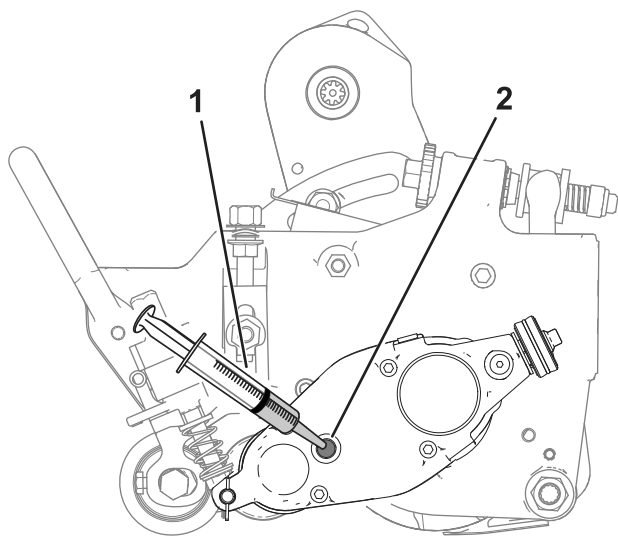

**Figura 23**
5. Inclinate l'apparato di taglio (come illustrato nella Figura 23) fino a quando il foro di spurgo non si trova sul lato inferiore, per garantire uno spurgo completo.